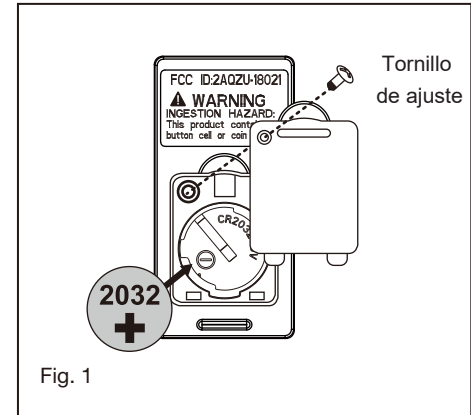

Fig. 1
1. Inserte el receptor en el soporte de montaje en techo con el lado plano del receptor mirando hacia el techo. (Fig. 1) Para un mejor rendimiento, asegúrese de que la antena negra y la antena WIFI, en el extremo del receptor, permanezcan extendidas y no enredadas con ninguno de los cables eléctricos.
Retire el panel del transmisor y luego instale una batería 2032 (incluida). Necesita utilizar un destornillador para abrir o cerrar la tapa de la batería. Para evitar daños al transmisor, retire la batería si no la usa durante periodos prolongados (Fig. 1)